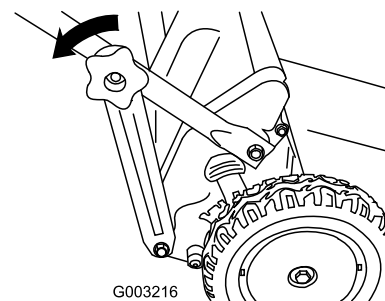

Figure 35
1. Retirez les boutons de la partie inférieure du guidon (Figure 35).
2. Détachez les supports aux deux extrémités de la partie inférieure du guidon (Figure 35).